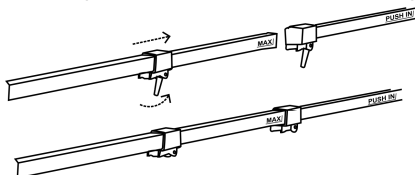

Fig.3
2. Ouvrez la boucle de la tige centrale et insérez la tige inférieure dans la tige centrale. Ajustez la longueur de l'insertion de la tige inférieure dans la tige centrale et fixez la boucle. (Voir Fig.3)